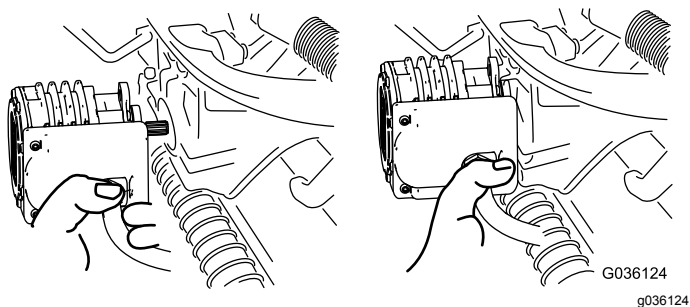

Figura 55
4. Mova o motor para o local de armazenamento na parte da frente do braço de suspensão (Figura 55).